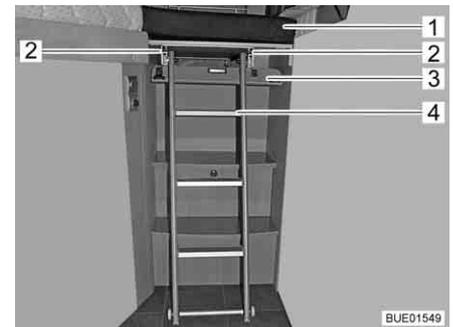

Fig. 138 Acrescento da cama com escada
- Mova o painel (Fig. 138,3) para baixo. O painel é mantido fixado por meio de fechos magnéticos.
- Desencaixe a escada (Fig. 138,4) e puxe-a um pouco mais para fora das calhas (Fig. 138,2).
- Coloque o estofo adicional (Fig. 138,1) sobre o acrescento da cama.